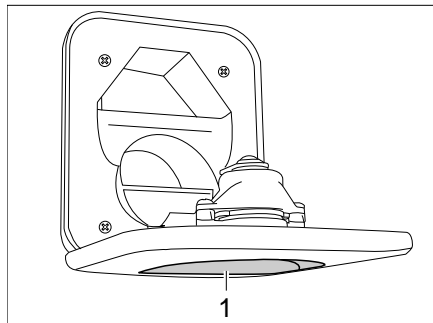

Bild 227 Frischwasser-Einfüllstutzen für Toilette
- Frischwasser-Einfüllstutzen für Toilette (Bild 227,1) oberhalb der Klappe für die Thetford-Kassette öffnen und nach unten schwenken.